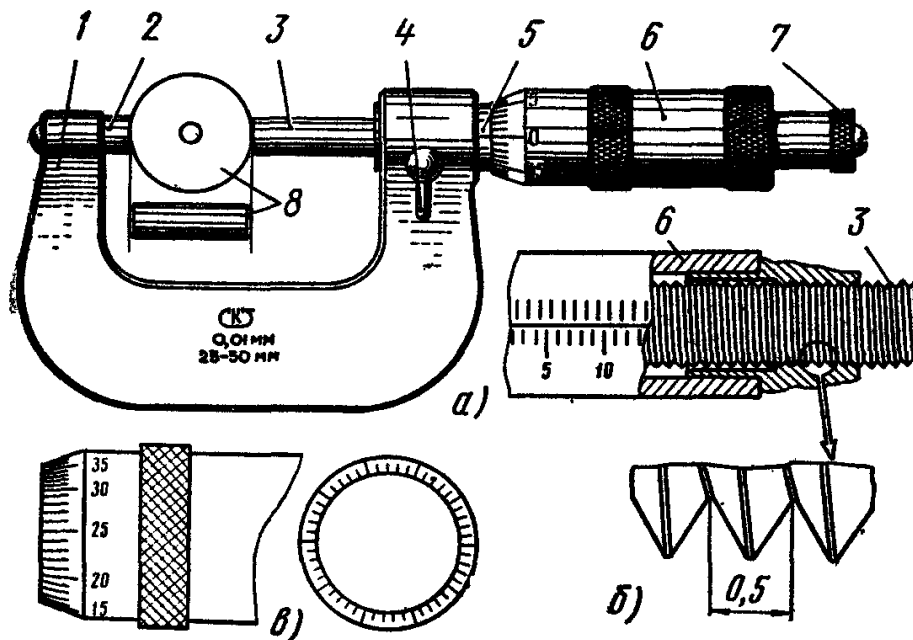
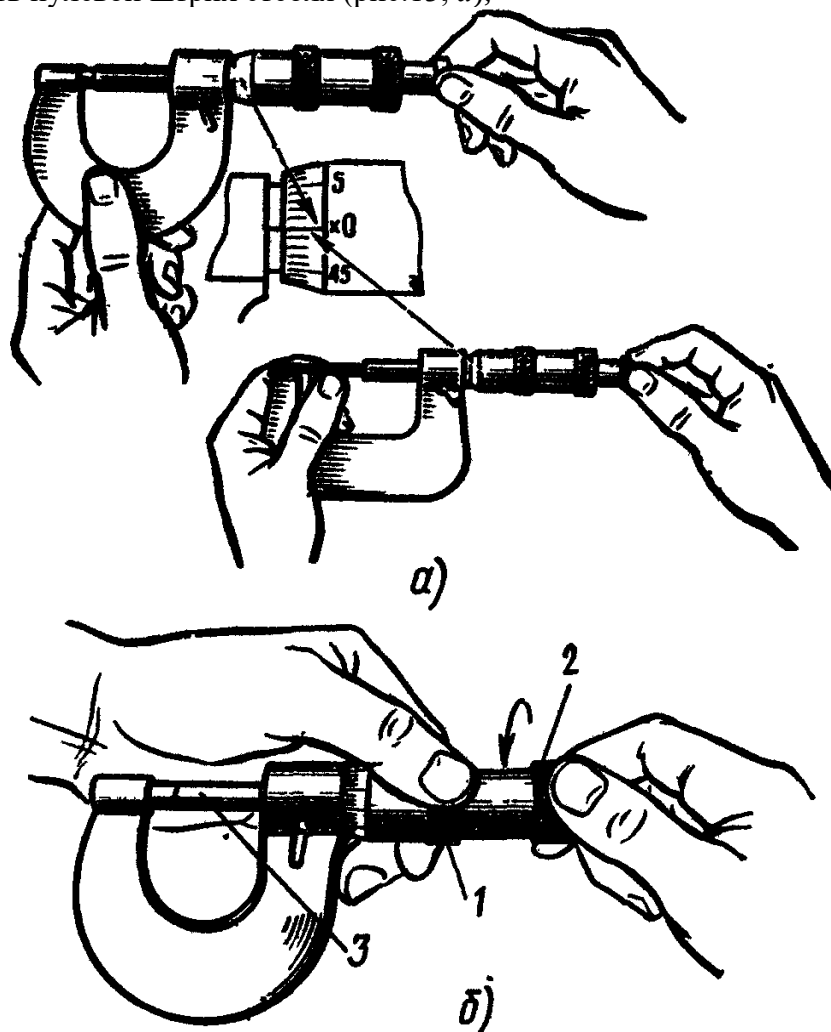

Рис. 12. Микрометр МК:
Рис. 13. Установка нулевого положения микрометра МК
Микрометры с верхним пределом измерений 50 мм и более снабжаются установочными мерами 8 (рис. 12). Микрометры с верхним пределом измерений более 300 мм имеют подвижные пятки, обеспечивающие возможность измерений любого размера в пределах данного микрометра.
1. Изучить конструкцию микрометра МК (рис.12, а).
2. Ознакомиться с устройством и назначением нониуса (рис. 12, в):
2. микрометрический винт 3, шаг которого равен 0,5 мм, связан с барабаном 6. Коническая часть барабана разделена по окружности на 50 равных частей (нониус на рис. 12, в);
3. за один оборот микрометрический винт 3 перемещается вдоль оси на шаг резьбы (рис.12, б). При повороте на одно деление микрометрический винт 3, соединенный с барабаном 6, перемещается вдоль оси на $1/50$ шага, т.е. $0,5:50=0,01$ мм, являющейся ценой деления микрометра.
3. Установка нулевого положения нолиуса (рис. 13):
1. нулевое положение микрометра проверить перед измерением: у правильно отрегулированного микрометра пятка 2 и винт 3 (см. рис. 12) должны соприкаться с измерительными поверхностями установочной меры 8 или непосредственно между собой (при пределах измерения диаметра 0 – 25 мм), а нулевой штрих барабана должен совпадать с продольным штрихом стебля, при этом скос барабана должен открывать нулевой штрих стебля (рис.13, а);
- ослабить колпачок 2, связывающий барабан с микрометрическим винтом, придерживая левой рукой за поясик 1 (рис. 13,б);
- освободить барабан от сцепления с винтом и повернуть его до совпадения нулевого штриха на скосе барабана с продольным штрихом стебля (рис. 13,а);